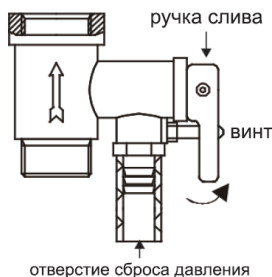

Рисунок 5
4. На входной патрубок, обозначенный голубым цветом и стрелкой направления течения воды, накрутите предохранительный клапан так, чтобы течение воды совпадало с направлением стрелки на корпусе клапана. На отверстие сброса давления предохранительного клапана (см. рисунок 5) оденьте дренажную трубку\* для отвода воды (возможно появление при нагревании) в канализацию (трубку необходимо направить строго вниз, запрещено перегибать её).
6. Чтобы слить воду из внутреннего резервуара необходимо, воспользоваться предохранительным клапаном: открутить винт ручки слива предохранительного клапана и перевести ручку слива в верхнее положение, при этом кран выхода горячей воды должен быть открыт, а кран подачи холодной воды в водонагреватель должен быть перекрыт (см. рисунок 5). Из отверстия сброса давления предохранительного клапана потечет вода.